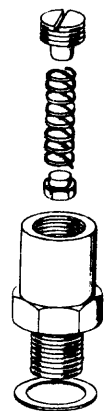

Fig. 5
*Válvula de sobrepresión (fig. 5)*